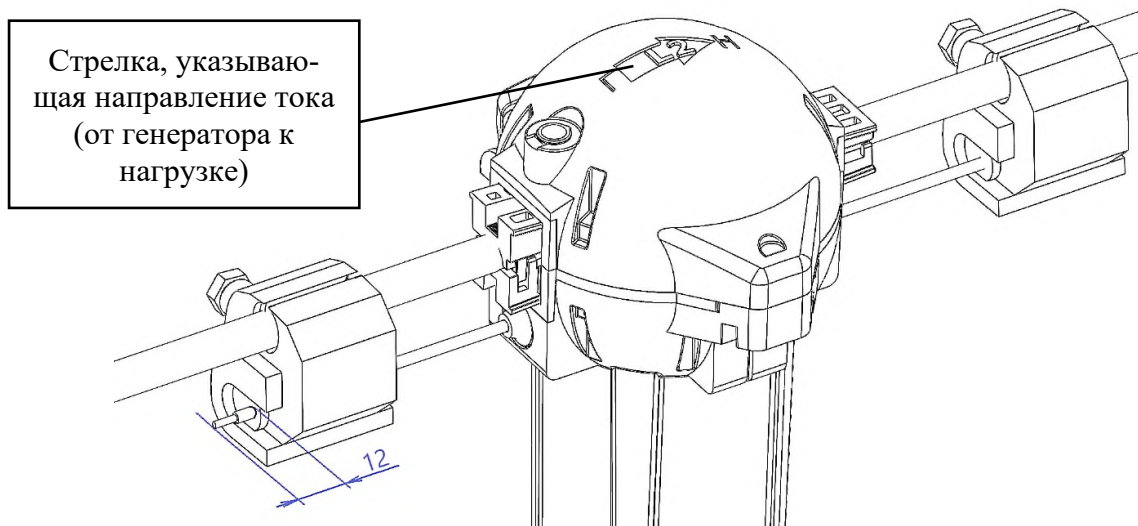

Рис. 14 – Установка БС на линию ВЛ, монтаж зажимов.
3.2. Монтаж зажимов для блока соединительного (рис. 14). В комплект поставки прибора входят зажимы ответвительные для СИП в кол-ве 4 шт. и зажимы герметичные прокалывающие для неизолированного провода в кол-ве 4 шт. Возможна замена на другие аналоги зажимов, не ухудшающие потребительские свойства прибора и условия монтажа.